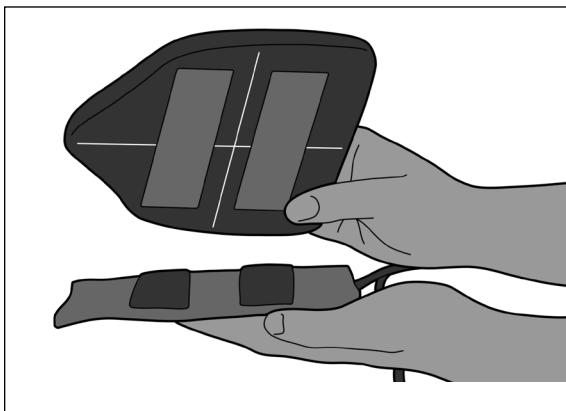

Figure 2
2. S'assurer que la palette est correctement alignée avant de l'attacher à la vessie (Figure 2). Aligner la fermeture autoagrippante.